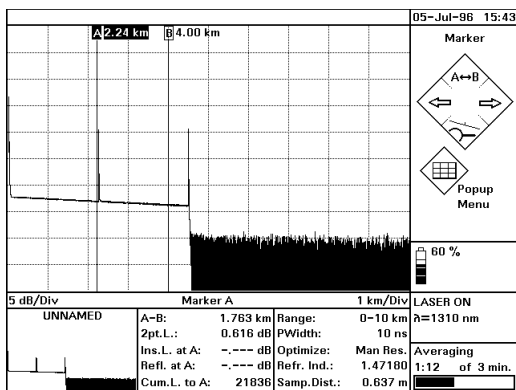

Рис. 77 Определение мертвой зоны: установка маркера А
- Установка маркера А** 10 Подождите, пока уменьшится шум обратного рассеяния (примерно 10 с). Установите маркер А как можно ближе к началу первого отраженного импульса после отражения переднего фронта импульса (см. Рис. 77).